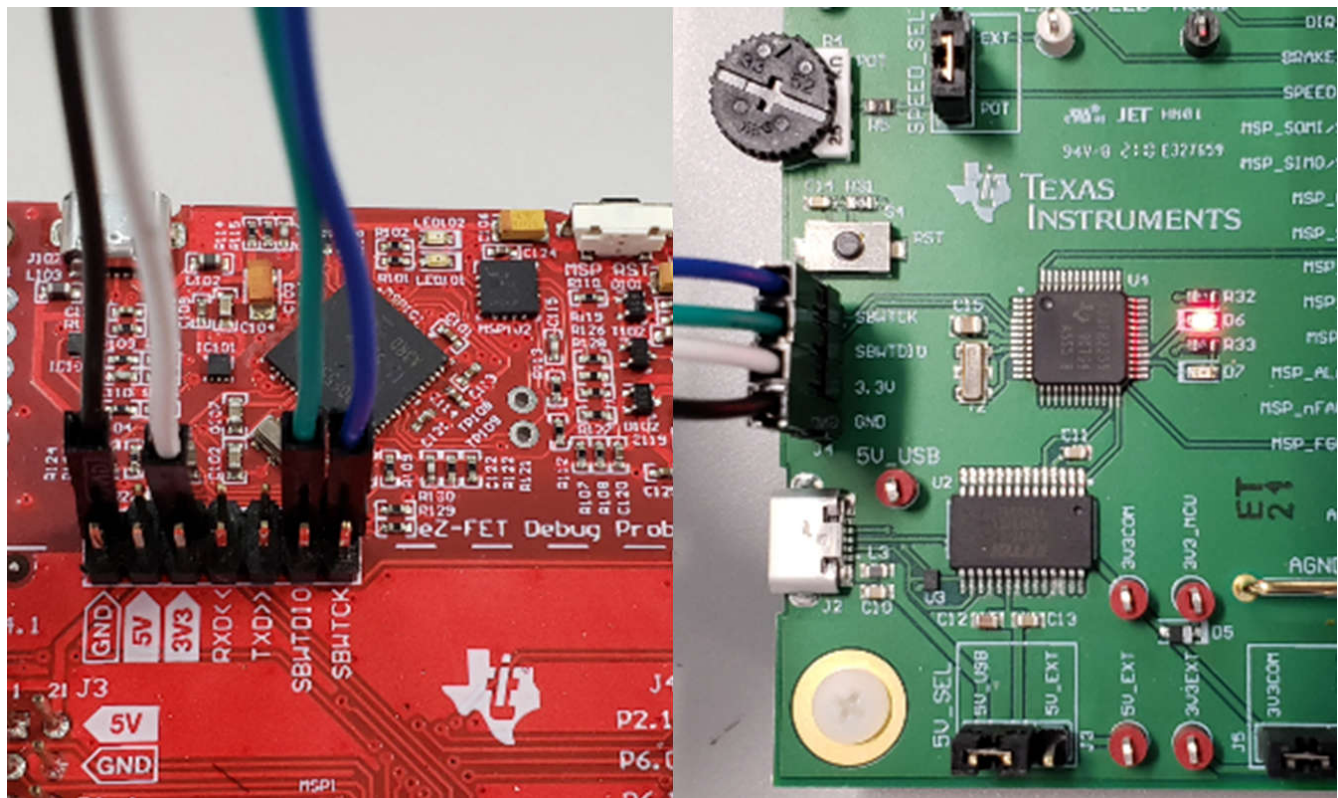

图 3-4. MSP430 LaunchPad eZ-FET 探针连接到 MCT8314ZEVMM
2. 将 LaunchPad 上 eZ-FET 侧的顶部引脚（包括 GND、3V3、SBWTCK 和 SBWTDIO 信号）连接到 MCT8314ZEVMM J4 上的相应引脚，如表 3-1 和图 3-4 所示。